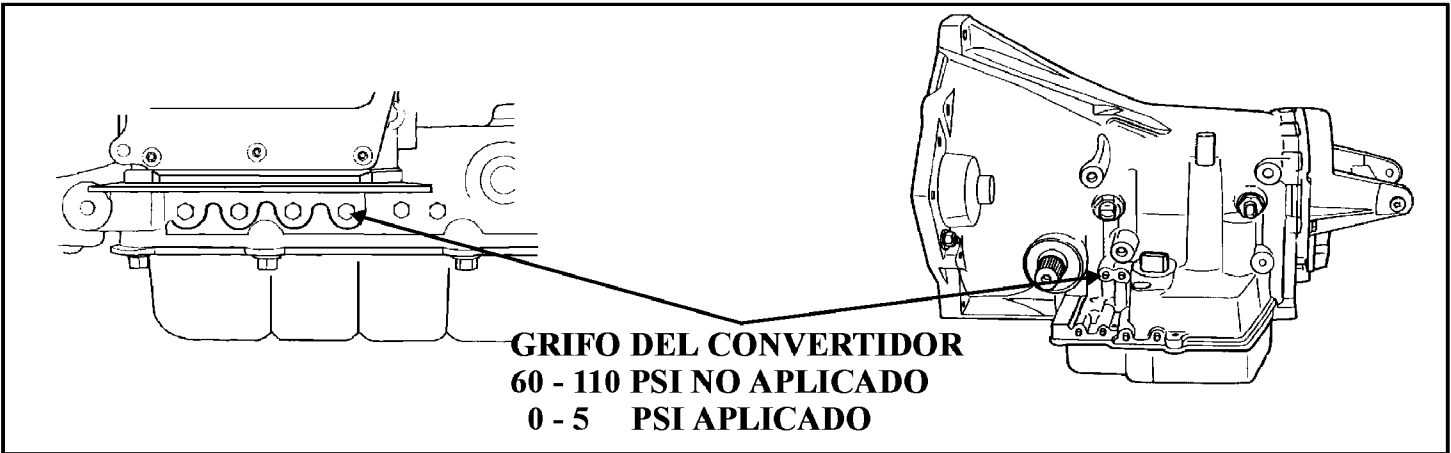

Figura 50
- Anote y borre todos los código utilizando un escáner. Luego use el escáner para observar los RPM's del motor y los del eje de turbina. Instale un indicador de presión al grifo del embrague del convertidor (Vea la figura 50). Vaya a una prueba de carretera. Cuando el escáner le indique que el convertidor está completamente aplicado, los RPM's del motor y los del eje de turbina deben ser iguales. El indicador de presión debe estar registrando 5 psi o menos. Los resultados a continuación le indicarán las diferentes posibilidades.